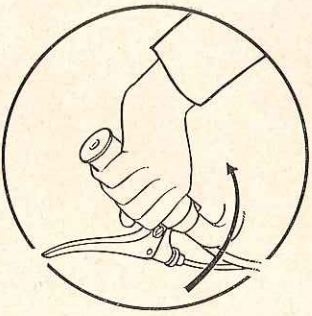

Fig. 2
- 3°) Quand la machine dépasse la vitesse d'un piéton, tourner vivement la poignée des gaz vers soi (Fig. 2). Le moteur doit partir franchement.